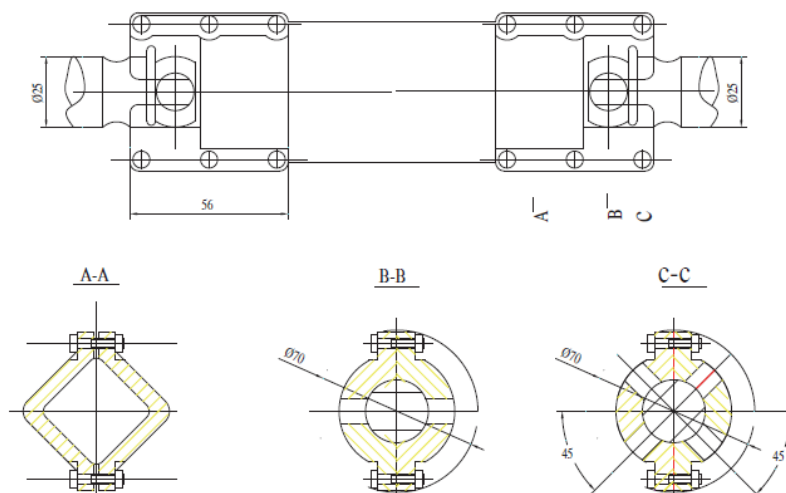

Рис. 48
1. Монтаж горизонтального и вертикального вала осуществляется в соответствии с инструкцией на моторный привод компании Хуамин. (Рис.48).